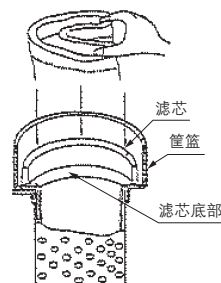

图6.滤芯的安装
- ①朝中心方向拉新滤芯的布把手，并折叠滤芯的凸缘，把它放入筐篮的内侧，然后充分地推压滤芯的凸缘至筐篮底板的法兰面上。(参见图6.)
- ②筐篮的缺口部沟上安装把手。